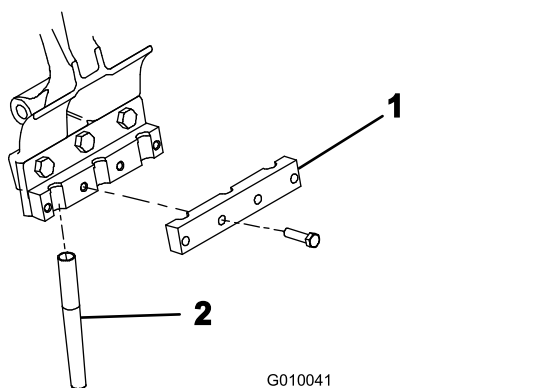

**Figura 25**
4. Montate le protezioni del tappeto erboso sulle relative staffe con 4 fascette delle protezioni e 12 dadi flangiati (Figura 25). Non serrare i dispositivi di fissaggio.
**Nota:** Le fascette delle protezioni del manto erboso e i dadi flangiati sono spediti di fabbrica fissati alle staffe (Figura 25).